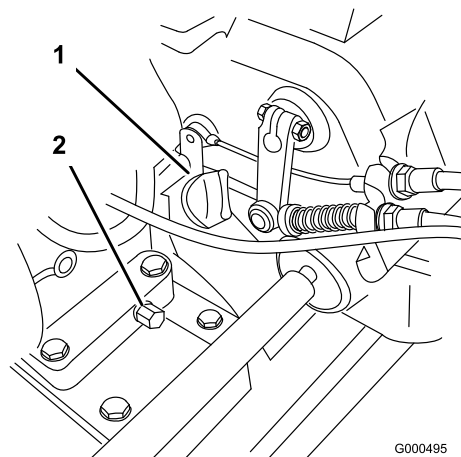

図 20
1. エンジンが水平になるように駐車し、オイル・ゲージの周囲をきれいに拭く (図 20)。
2. 機体下にあるドレン・プラグ (図 20) の下に廃油受けを置く。ドレン・プラグを抜く。